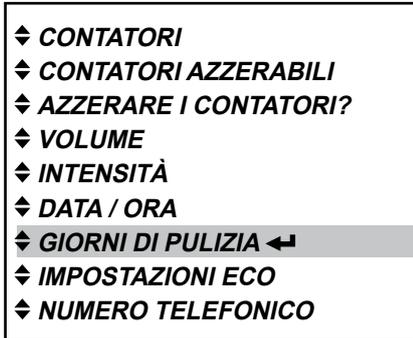

Fig. 38
- Premere il tasto INVIO ◀, per richiamare il menu «GIORNI DI PULIZIA» (fig. 38).